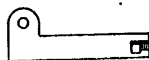

Рис. 7. Пружина шомпола
**Пружина** (рис. 7) шомпола служит для удержания шомпола в шомпольной трубке.